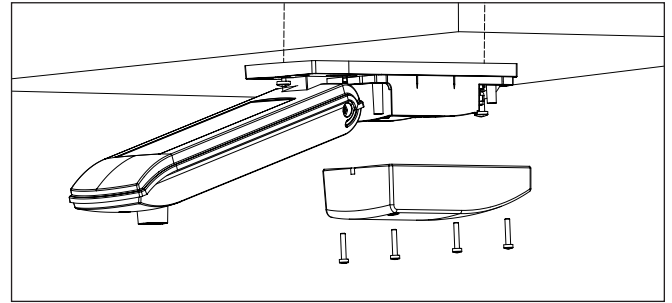

Abb. 5 Deckenmontage
- Befestigen Sie die Wetterstation mit den beiliegenden Schrauben und Dübeln wie abgebildet auf einem geeigneten Untergrund (Abb. 5). Die Verbindungsleitung muss auf der Rückseite der Montageplatte korrekt in der Führung liegen, damit sie bei der Montage nicht eingeklemmt wird.